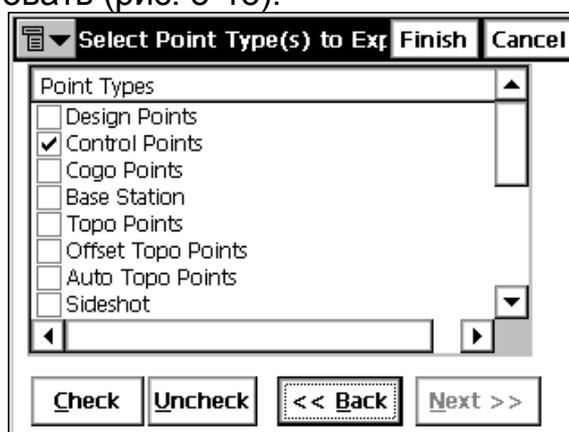

Рисунок 5-15. Выбрать тип(ы) экспортируемых точек
- Если в выпадающем меню Points (Точки) был выбран способ сортировки точек *By Type (По Типу)* или *By Type, Range and Code (По Типу, Дальности и Коду)*, то появится окно **Select Point Type(s) to Export (Выбрать тип(ы) точек на экспорт)**. В этом окне выберите типы точек, которые Вы собираетесь экспортировать (рис. 5-15).